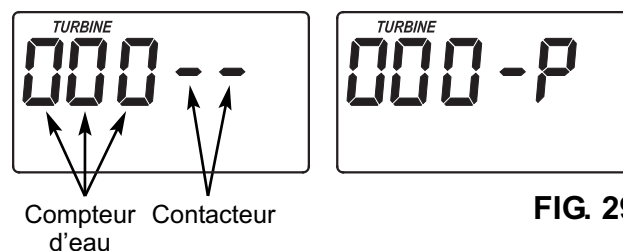

FIG. 29
3. La lettre « P » suivi d'un ou de plusieurs tirets indique le fonctionnement du contacteur de POSITION (voir la figure 29). Si la lettre apparaît, le contacteur est fermé. Si le tiret apparaît, le contacteur est ouvert.